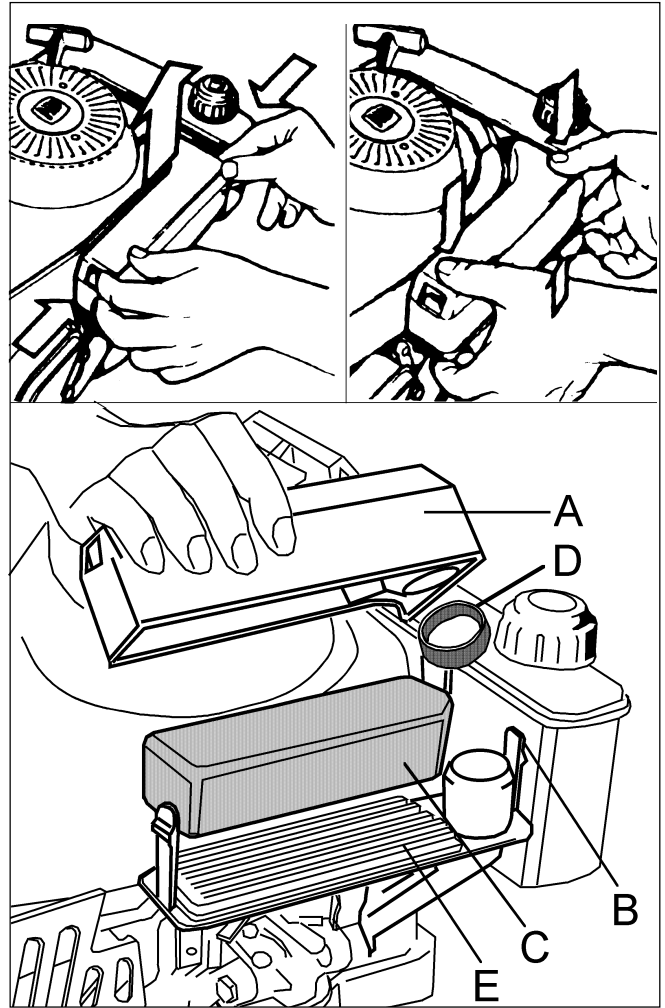

Fig. 15
5. Faire coulisser le CONTENEUR vers le bas jusqu'à ce que les languettes rentrent dans leur logement (Fig. 15).